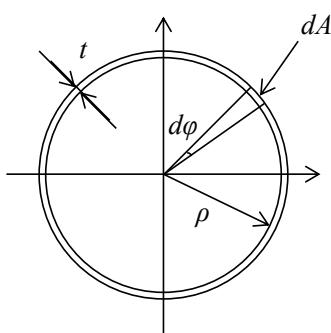

Fig. 3 薄肉材における微小面積.
- (1) 図 3 を参考に OA 間、AB 間の断面二次極モーメント I_{pOA} , I_{pAB} を求めよ。
- (2) 薄肉円筒材の FBD を描き、点 O における反モーメント M_0 を求めよ。
- (3) ねじりモーメント M の x 軸方向分布を図示せよ。
- (4) 薄肉円筒材表面に生じるせん断応力 τ の x 軸方向分布を図示せよ。ただし $qL > 6Pd$ とする。
- (5) 薄肉円筒材の許容せん断応力が $\tau_a = 100$ [MPa] であるとき、肉厚 t をいくら以上にすればよいか答えよ。ただし、 $P = 370$ [N], $q = 600$ [Nm/m], $L = 200$ [mm], $d = 50$ [mm] とする。